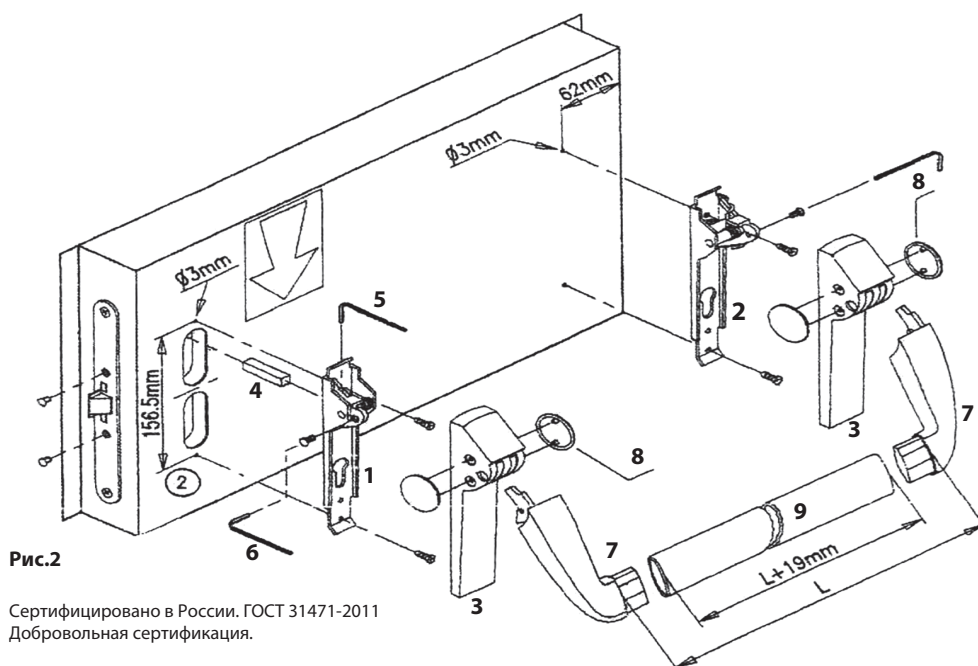

Рис.2
- Перед началом установки ручки-штанги установите в дверное полотно (дополнительная створка) врезной противопожарный замок Арекс 2001-Panic-ZN (with DB set) и тяги врезные Арекс MB-2001-Panic-ZN (2000 mm) (B2B). Последовательность установки ручки-штанги изображена на (Рис.2).
- Вставьте квадрат в механизм крепления Рис. 2 (п.1) ручки-штанги.
- Зафиксируйте квадрат винтом с помощью шестигранного ключа 2 мм. Рис. 2 (п.5).
- Соедините рычаги Рис. 2 (п.7) с трубой ручки-штанги.
- Наденьте декоративные заглушки Рис. 2 (п.8).